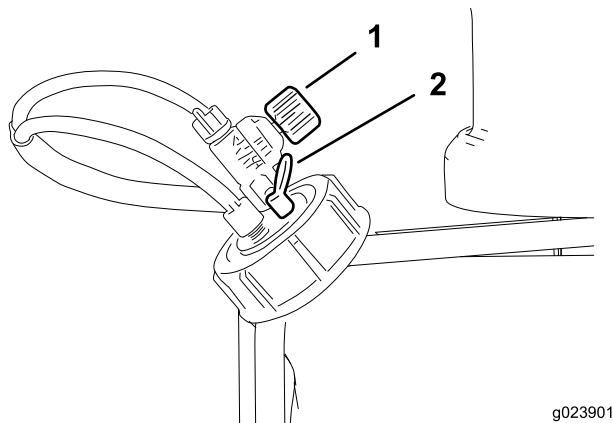

图29
- 泡沫调节器阀门——此阀门可控制泡沫溶液的一致性。调节阀门可控制传送到泡沫喷嘴的肥皂液的总量。增加流量将使滴出的泡沫更大且更为频密；减少流量使滴出的泡沫较小且较为疏落（图29）。
- 泄压阀——向外拉水箱盖上的红色拉环，释放水箱中的压力（图29）。